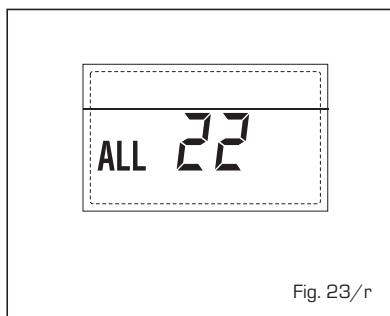

Fig. 23/r
- ANOMALIA AVARIA SONDA IMPULSÃO SEGUNDA ZONA MISTURADA "ALL 23" (fig. 23/s)